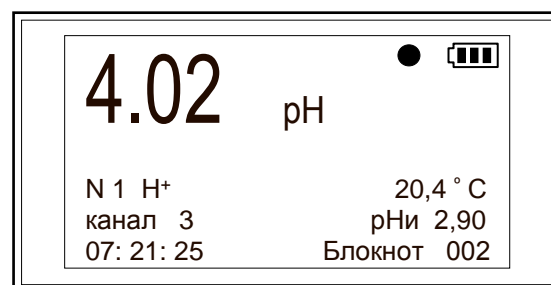

Рисунок 40
- после установления индикатора стабильности показаний считать с табло прибора измеренное значение (рис. 40). Оно не должно отличаться